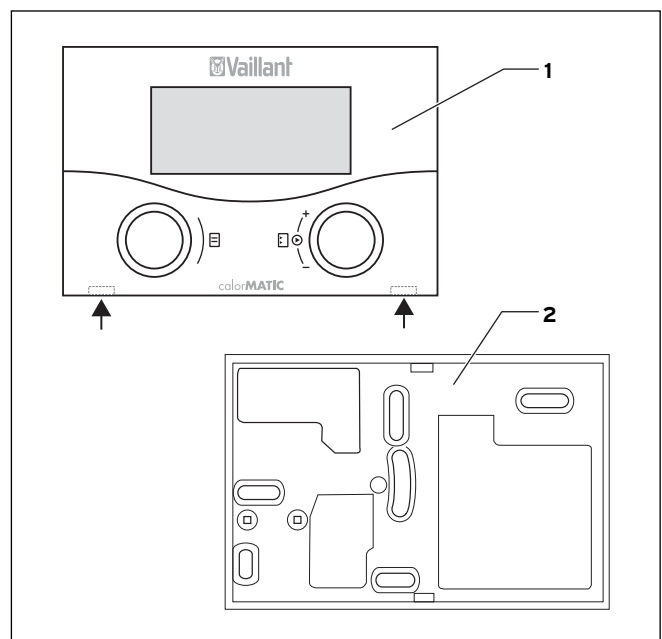

Fig. 5.1 Démontez le calorMATIC 430f
⇒ Retirez le régulateur (1) de son socle mural (2). Pour ce faire, introduire un tournevis dans les deux colliers d'arrêt (voir flèches fig. 5.1).